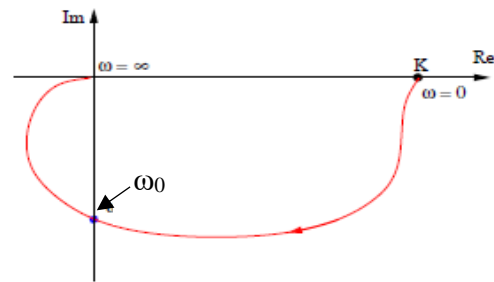

Figure 12 : de  $\underline{F}(j\omega) = \frac{A}{1+2zj\frac{\omega}{\omega_0}+(j\frac{\omega}{\omega_0})^2}$
**Analyse courbe figure 12**
On voit sur la courbe que lorsque le point M décrit la courbe, la distance OM n'est pas strictement décroissante. La fonction présente une résonance. On en déduit que la figure 12 représente une fonction dont le coefficient d'amortissement  $z$  est inférieur à  $1/\sqrt{2}$ .